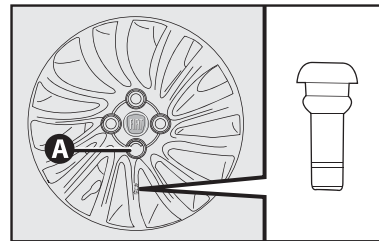

fig. 9
9) Colocar a calota cuidando para que o símbolo ◻, na parte interna, fique em correspondência com a válvula, e dessa maneira o furo maior da calota **A-fig. 9** passe pelo parafuso já fixado;